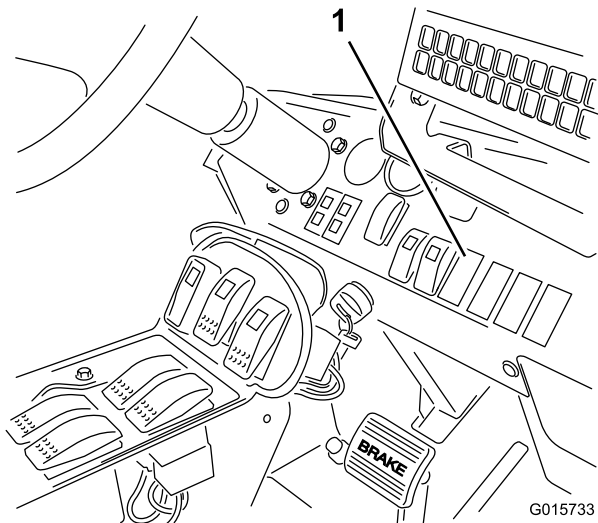

図 21
2. 図 21 に示すように、ダッシュボードのスイッチ取り付け位置をふさいでいるプラグを打ち抜く。